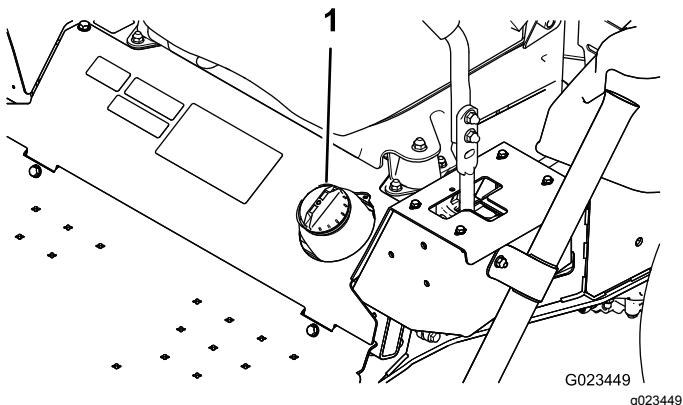

Figura 16
2. Limpie la zona alrededor del tapón del depósito de combustible (**Figura 16**).